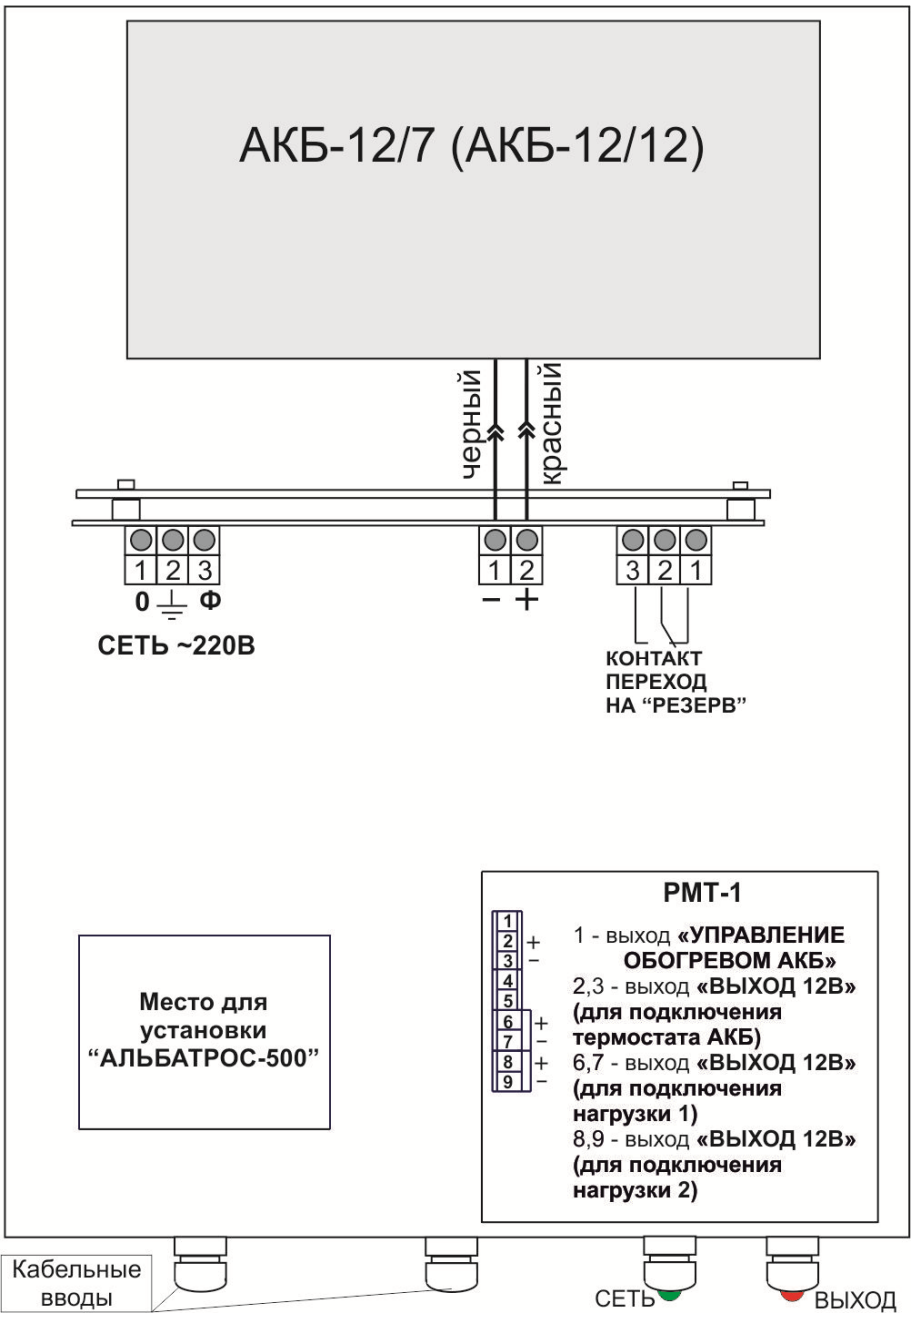

Рисунок 3 – Вариант подключения изделия без термостатирования
- подключить провода термостата к соответствующим клеммам «РМТ» (см. приложение). При эксплуатации источника без термостата, подключить аккумуляторную батарею к клеммам «АКБ» с учетом полярности (**красный провод – к клемме «АКБ+»**, см. рисунок 3 приложения). Положить под АКБ прокладку из пенофола;